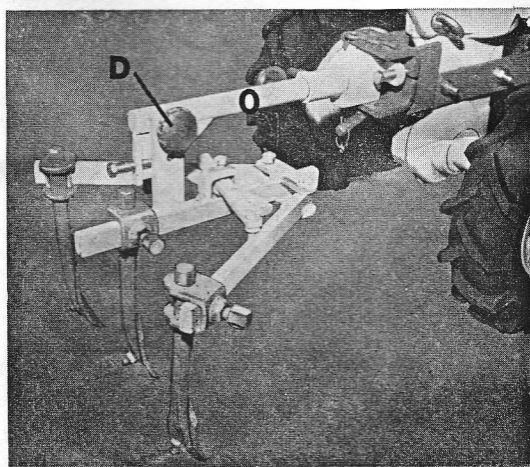

Fig. 20
- Monter le cultivateur sur le porte-outil O et le fixer à l'aide de la vis D et de la vis à poignée (fig. 20).